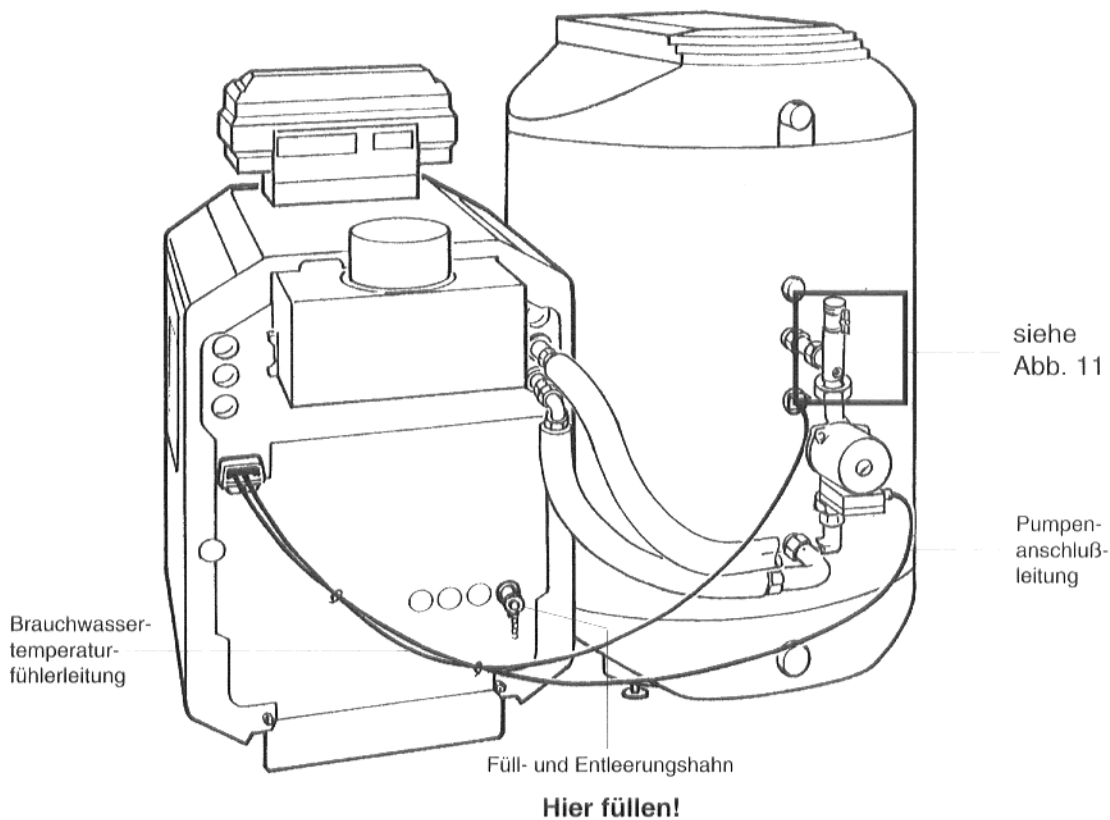

Abb. 10: Rückansicht; fertig montiert
- Brauchwassertemperaturfühlerleitung und Pumpenanschlußleitung sorgfältig verlegen (Montageanweisung Kessel bzw. Speicher; Abb.10).